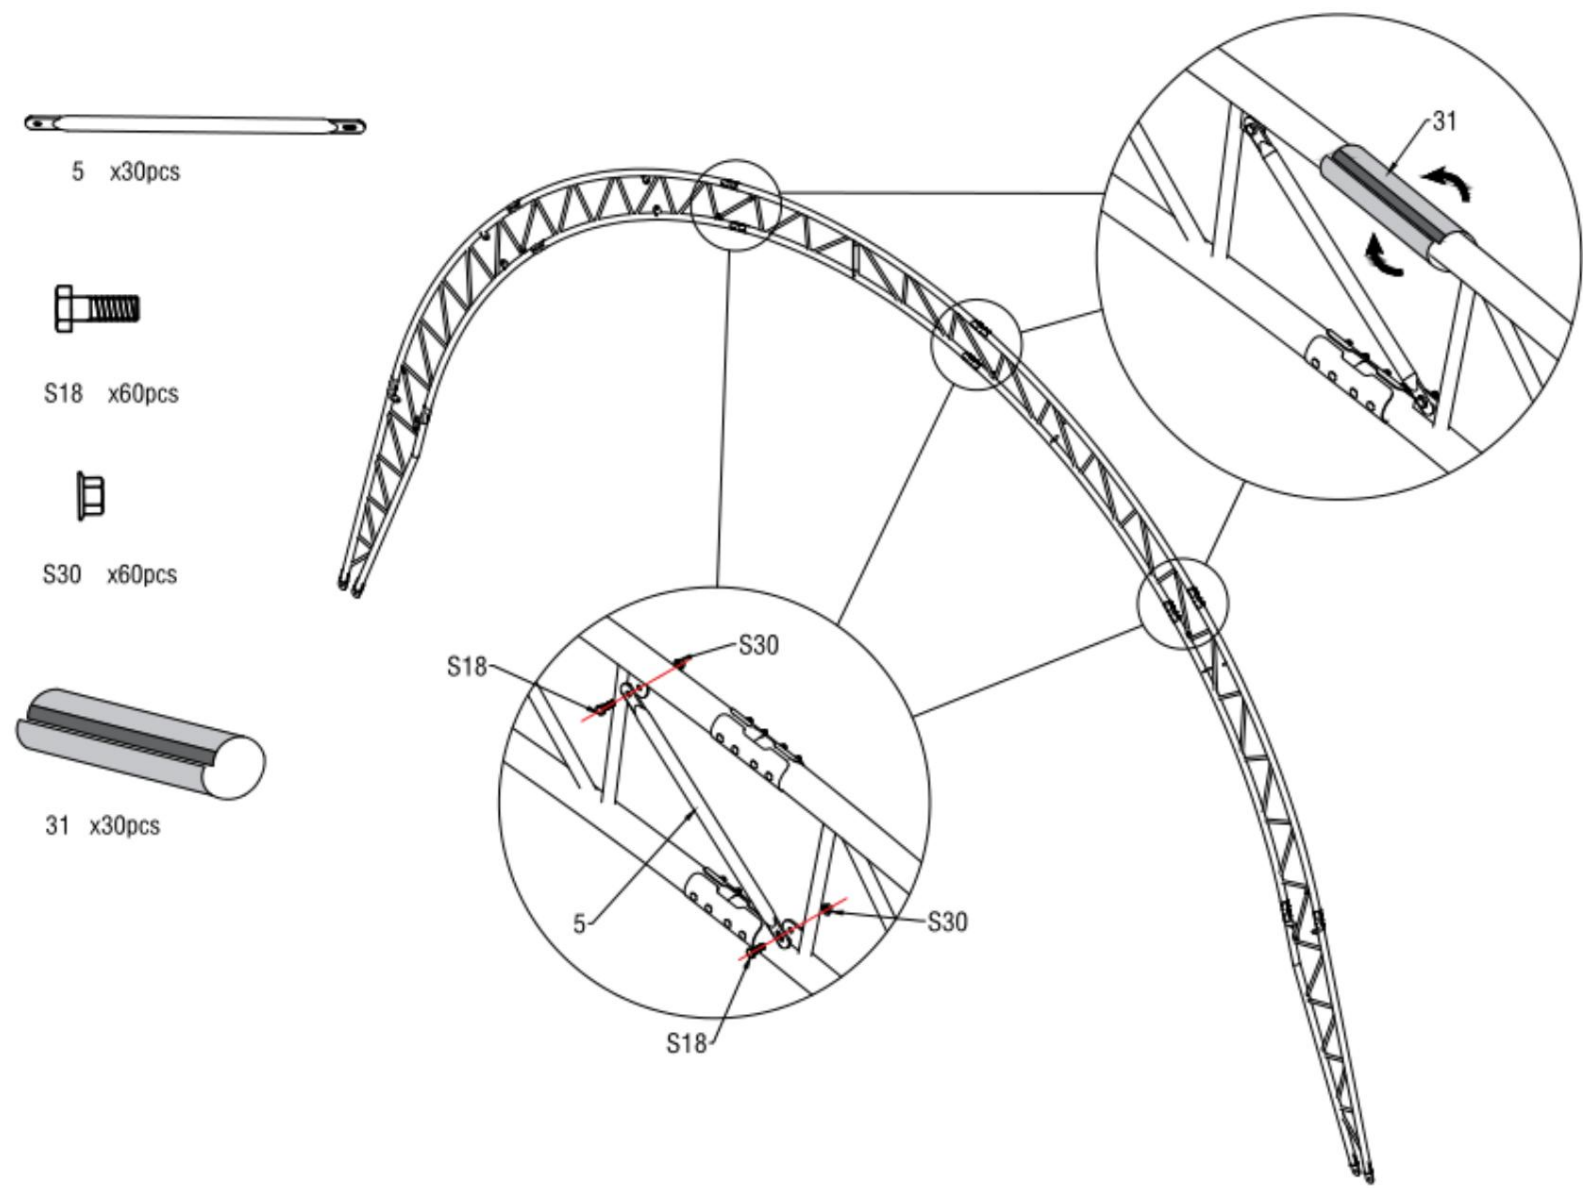

Figure 5
3. Comme le montre la figure 5, utilisez la sangle de support entre l'arche (n° 5) pour connecter le tube supérieur du toit (n° 1) avec un boulon hexagonal de 10*30 mm (n° 1).